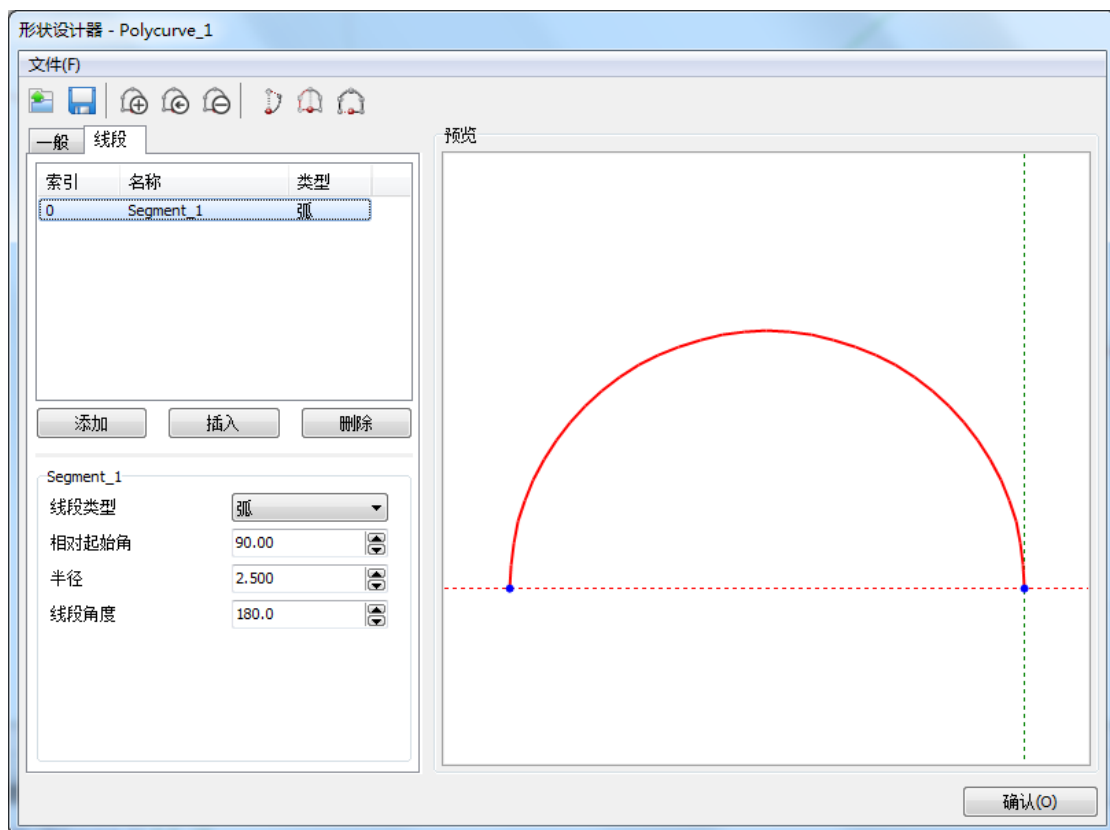

图 3.3 形状设计器的线段设置页面
- 线段类型设置为弧，相对起始角设置为 90^0 ，半径为 2.5m，线段角度为 180^0 ，如图 3.3
4. 线段类型设置为弧, 相对起始角设置为 90° , 半径为 7.5m, 线段角度为 180° , 如图 3.3